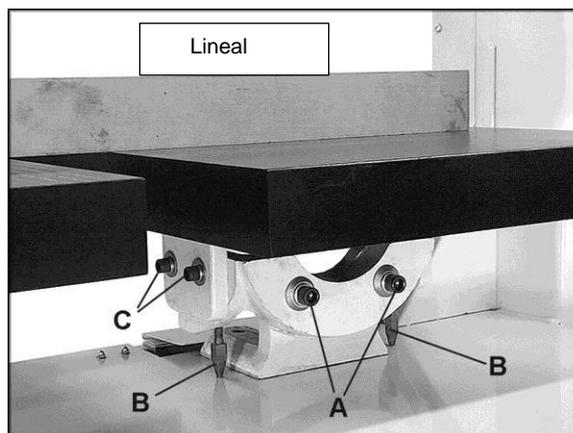

Abb. 12
1. Nachdem der Hauptarbeitstisch senkrecht zum Sägeblatt ausgerichtet wurde, überprüfen Sie mit einem Lineal, ob der Zusatztisch auf gleicher Höhe mit dem Haupttisch liegt, wie in Abb. 12 dargestellt.
- Um den Zusatztisch nach links oder rechts zu neigen, lösen Sie die Schrauben (A, Abbildung 12) und drehen Sie einen der Anschläge (B, Abbildung 12) wie erforderlich. Ziehen Sie die Schrauben (A, Abbildung 12) nach der Einstellung wieder fest an.
- Um den Tisch vorwärts und rückwärts zu verstellen, lösen Sie die Schrauben (C, Abbildung 12). Ziehen Sie die Schrauben nach der Einstellung wieder fest an.